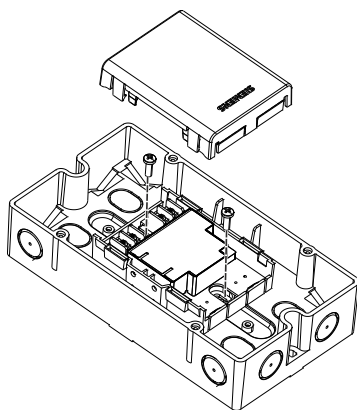

Fig. 10
- Instalação fora de um gabinete ou da central: utilizar a caixa FDCH221 (Fig. 10).
3. Utilize dois parafusos (M4) para fixar a caixa em uma superfície plana (Fig. 10). Distância entre furos: 182.0 ± 1.0 mm.